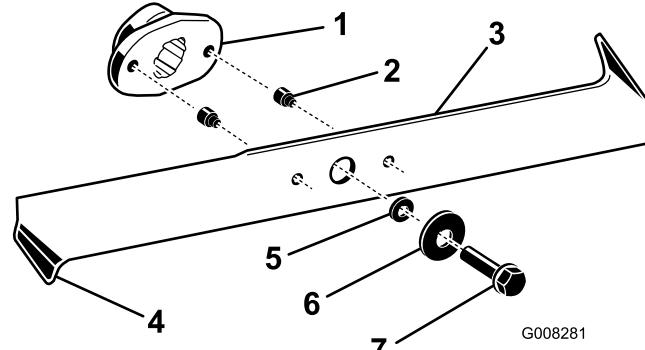

Figure 38
2. Examinez le tranchant des lames (Figure 38). Si elles ne sont pas tranchantes ou si elles présentent des indentations, déposez et affûtez les lames (voir Aiguisage des lames).
3. Inspectez les lames, surtout les bords recourbés (Figure 38). Si vous remarquez que les lames sont usées ou endommagées à ces endroits, remplacez-les immédiatement.
4. Si les goupilles de cisaillement sont cassées, remplacez-les immédiatement (Figure 38).
3. Enlevez les boulons, les rondelles et les lames (Figure 38). Pour enlever le boulon, bloquez éventuellement la lame en introduisant une cale en bois entre la lame et le carter de tondeuse.
1. Montez les lames, les rondelles et les boulons de fixation (Figure 38).